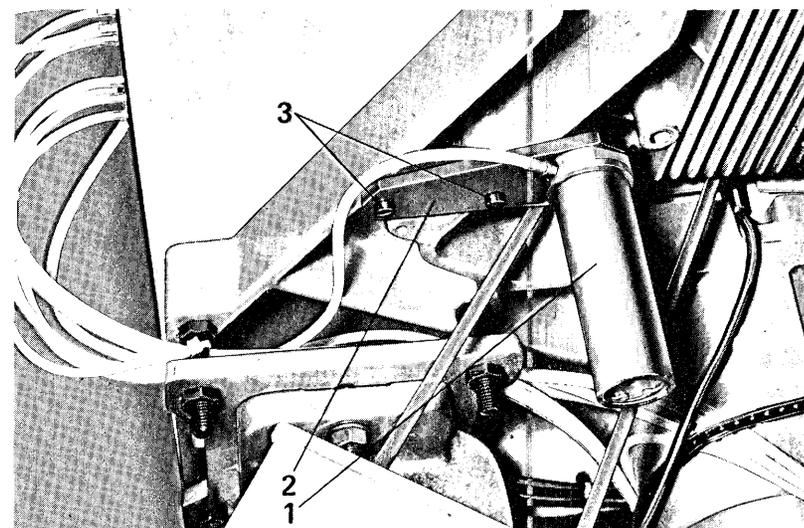

Fig. 5
- Fissare il cilindro alzapedino 1 fig. 5 alla parte superiore del bancale tramite la piastrina 2 e le viti 3.